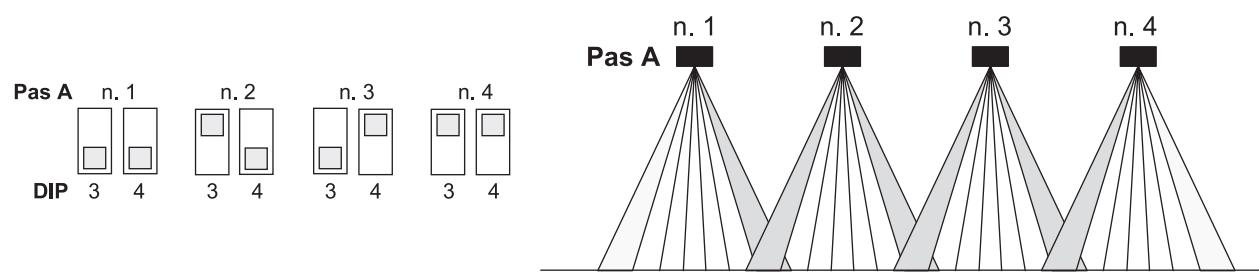

Fig. 8
4.4 (Fig. 8) Regolazione frequenza:
### 4.4 (Fig. 8) Frequency adjustment: